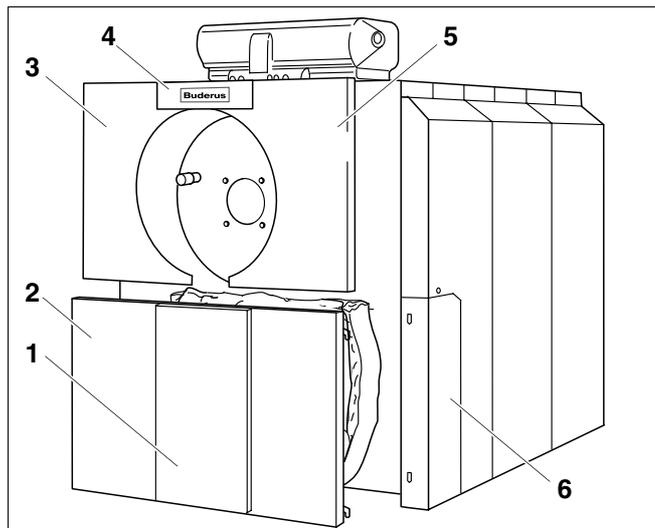

Fig. 28 Smontare il pannello anteriore
- Smontare l'elemento di copertura superiore (fig. 28, **pos. 4**) e inferiore (fig. 28, **pos. 1**).
- Smontare i pannelli anteriori superiori, destro e sinistro (fig. 28, **pos. 3 e 5**).
- Smontare il pannello anteriore inferiore (fig. 28, **pos. 2**).
- Smontare gli elementi dei pannelli laterali a destra e a sinistra (fig. 28, **pos. 6**).